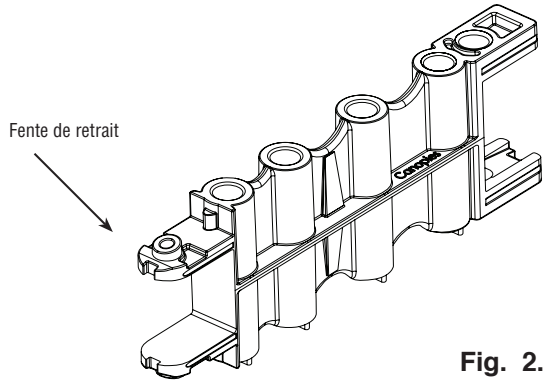

Fig. 2.5
- Placez le bord plat dans la fente de retrait (Fig. 2.5) sur la broche supérieure ou inférieure du bras d'extension qui doit être retiré.